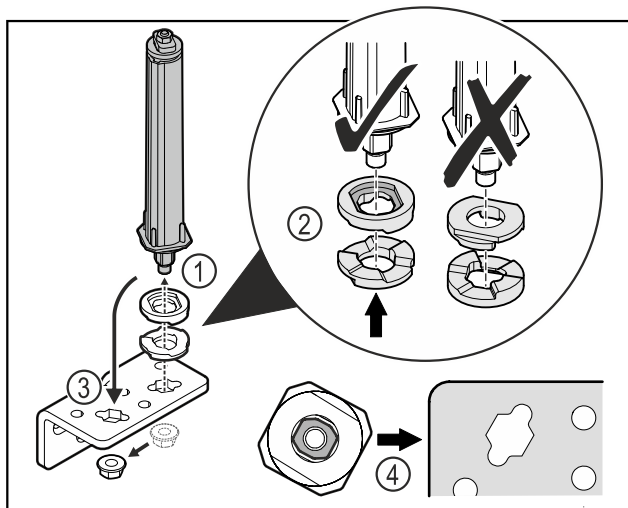

Fig. 31
- ▶ Odvijte matice in odstranite sistem za zaklepanje vrat Fig. 31 (1).
- ▶ Pazite na pravilno razporeditev podložk za nastavljanje višine Fig. 31 (2).
- ▶ Sistem za zaklepanje vrat prestavite v kotniku tečaja in ga fiksirajte z matico Fig. 31 (3).
- ▶ Pri vstavljanju pazite na pravilno naravnost sistema za zaklepanje vrat Fig. 31 (4).